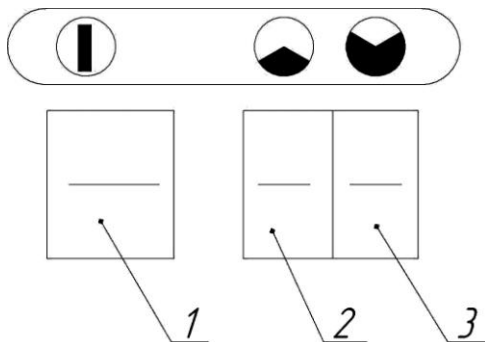

Рис.2. Пульт управления .
На коробе расположены выключатель сетевой поз.1 (рис.2) и выключатели нагревателей поз.2 и 3 (рис.2).
6.1 Исходное положение: выключатели выключены и клавиши (поз. 1,2,3 Рис.2) в положении О.
7.1.1 Для включения тепловентилятора в режим вентиляции необходимо включить сетевой выключатель (поз.1 рис.2) в положение “Включено”, при этом включается подсветка клавиши и включается вентилятор.
Для работы в режиме 1 с мощностью 1,5 кВт. установить клавишу поз.2 (рис.2) в положение “Включено”, при этом включается подсветка клавиши, и тепловентилятор работает с мощностью 1,5 кВт на одном нагревателе.
Для работы в режиме 2 установить клавишу поз.3 (рис.2) в положение “Включено”. При этом горит подсветка клавиши, и тепловентилятор работает с мощностью 1,5 кВт (3,0 кВт для ТВ-4,5).
Для работы в режиме 3 установить клавиши 2 и 3 (рис.2) в положение “Включено”. При этом горит подсветка всех клавиш, и тепловентилятор работает с полной мощностью 3,0 кВт (4,5 кВт для ТВ-4,5).